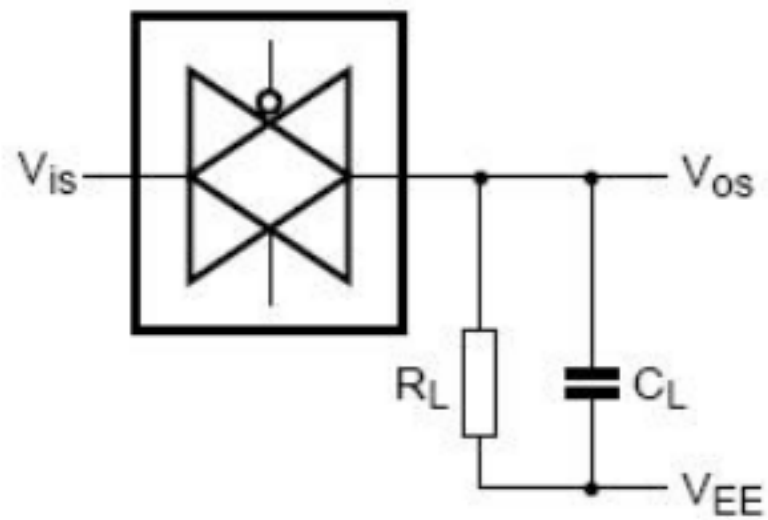

图 7、方波失真度、关断频率和导通频率测试图
- 2、 $R_L = 1k$ ； $C_L = 5pF$ ，通道关断， $20\log V_{os} /V_{is} = -50dB$ ，见图 7
- 3、 $R_L = 1k$ ； $C_L = 5pF$ ，通道开， $20\log V_{os}/V_{is} = -3dB$ ，见图 7